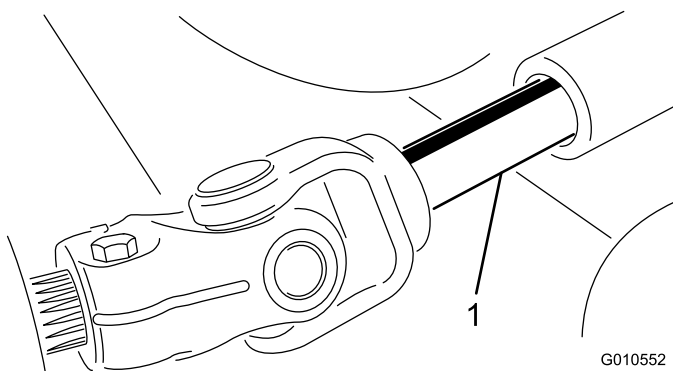

図 22
5. PTO シャフトのオスメスの接続部分を解除して、カッティングユニットをトラクションユニットから引き出す(図 22)。
3. オスの PTO シャフトとメスの PTO シャフトを接続する(図 22)。